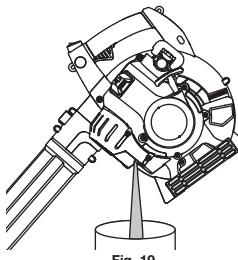

Fig. 19
2. Vierta el aceite fuera del orificio de llenado de aceite en un recipiente inclinando la unidad hasta una posición vertical (Fig. 19). Deje suficiente tiempo como para completar el drenaje.